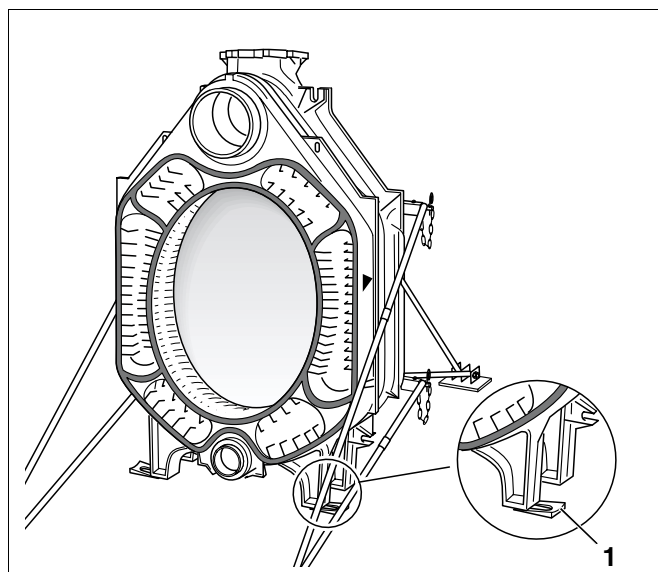

Fig. 21 Anvendelse af fodkile
Kedelementet er rettet ind med fodkiler for at lette monteringen (fig. 21, **pos. 1**).